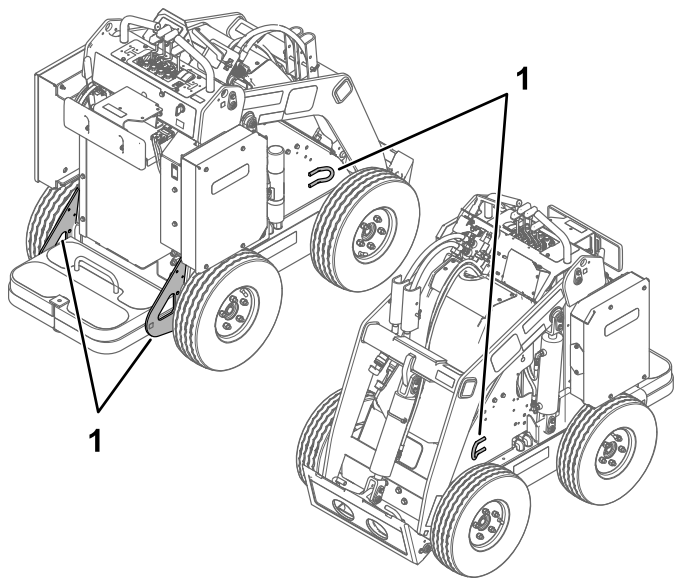

Figure 19
8. Servez-vous des points d'attache en métal de la machine pour l'arrimer solidement sur la remorque ou le véhicule de transport au moyen de sangles, chaînes, câbles ou cordes (Figure 19). Voir la réglementation locale concernant les exigences en matière d'arrimage.
Levez la machine au moyen des points de levage (Figure 19).